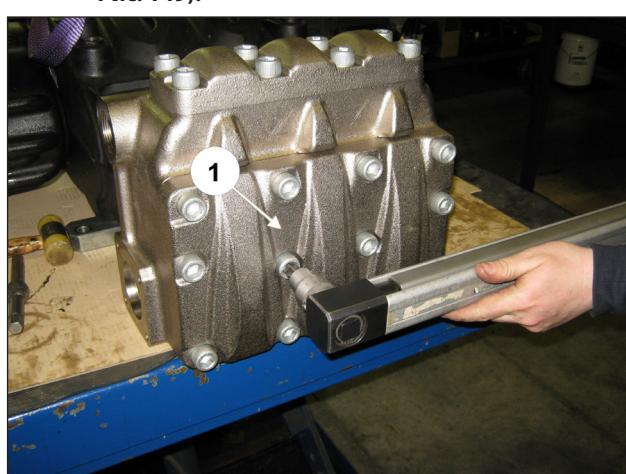

Рис. 149
Затягивайте 6 винтов M16x200, начиная с 4 внутренних винтов, перекрестным способом, а затем перейдите к 2 внешним винтам, также затягивая их в перекрестном порядке (поз. ①, Рис. 149).